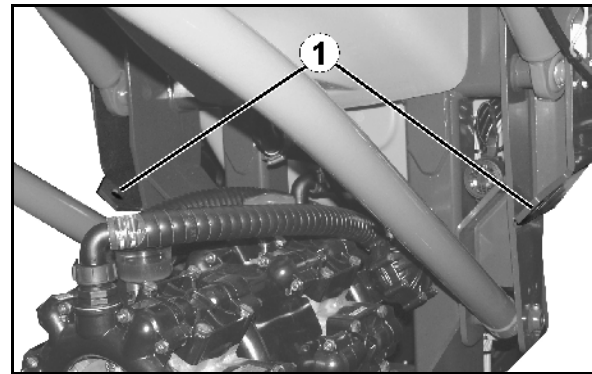

Bild 4
- 2 surrningspunkt baktill (Bild 4/1)